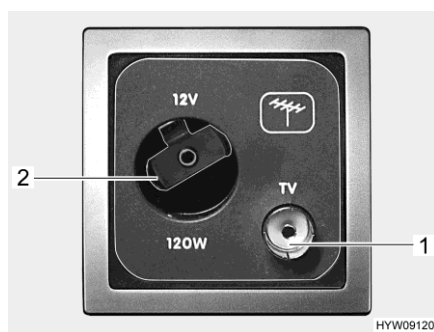

Fig. 51 Prese (antenna DVB-T)
- Inserire il cavo di allacciamento dell'antenna DVB-T nell'apposita presa (Fig. 51,1).